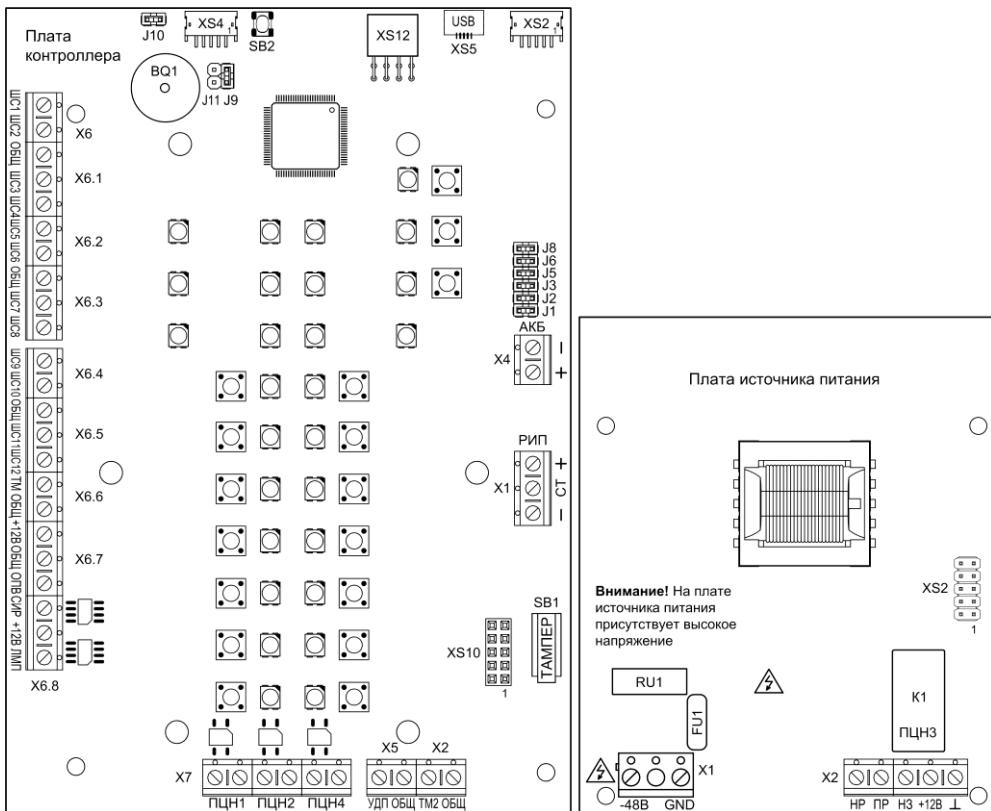

Рис.1 Плата контроллера Гранит-12-48В (вид со снятой панелью индикации и управления) и плата источника питания
Прибор состоит из корпуса и съёмной крышки. В корпусе расположены плата контроллера и плата источника питания (рис.1). На плате контроллера установлена панель индикации и управления (рис.2).
3.1 На плате контроллера (рис.1) расположены следующие элементы:
3.3 На плате источника питания (рис.1) расположены следующие элементы: